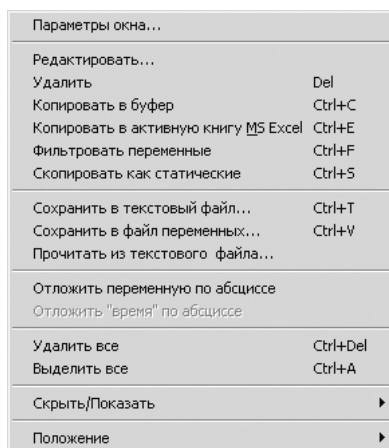

Рис. 1.144. Контекстное меню переменной
- щелкните в контейнере переменных по нужной переменной правой кнопкой мыши. Появится контекстное меню, изображенное на рис. 1.144;